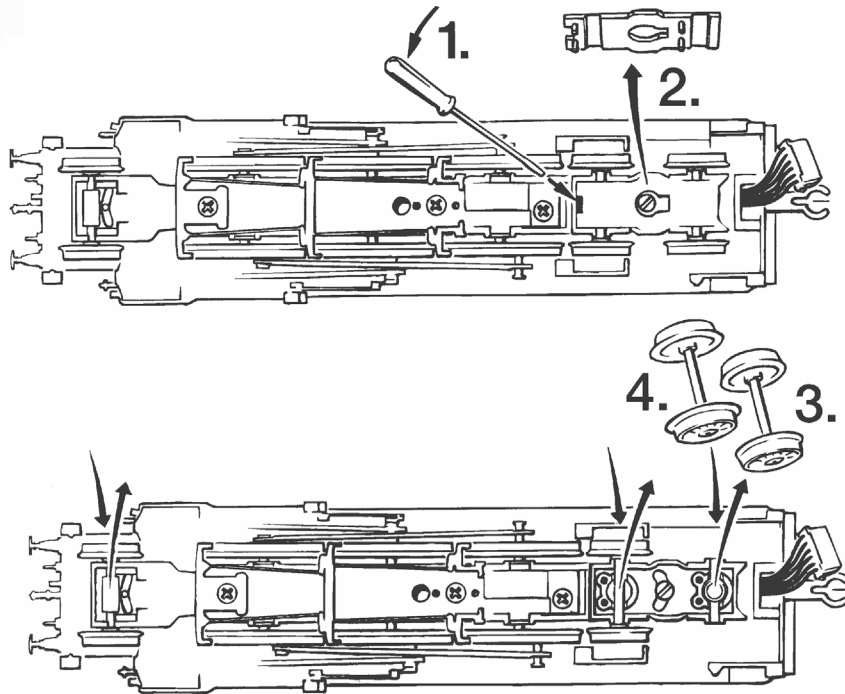

Fig. 6
**Running in digital mode:** see fig. 6.
**Exploitation en télécommande multi-trains:** voir fig. 6